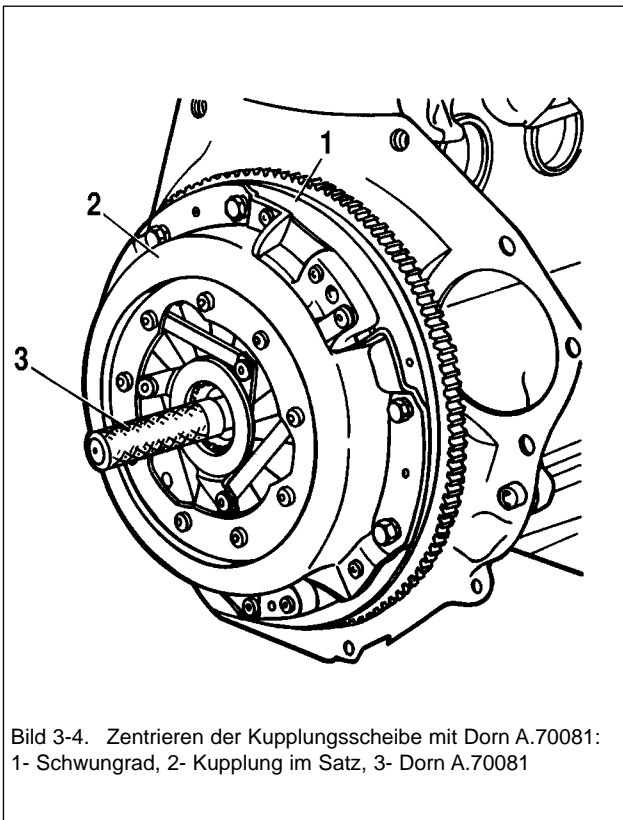

Bild 3-4. Zentrieren der Kupplungsscheibe mit Dorn A.70081:
- Den heraustretenden Teil der Nabe von Kupplungsscheibe mit der Ringnut zur Seite des Schaltgetriebes legen und die Antriebsscheibe in bezug auf das Lager mit Dorn A.70081 richten, der das Keilnutenende der Kupplungswelle des Schaltgetriebes nachformt (Bild 3-4.)
Einbau des Schaltgetriebes in umgekehrter Reihenfolge durchführen. Vor dem Einbau eine dünne Schicht Schmierfett ЛСЛ-15 (LITOL-24) auf Ende der Keilnute von Kupplungswelle auftragen und die Kupplungsscheibe mit Dorn A.70031 (siehe Bild 3-4) zentrieren.